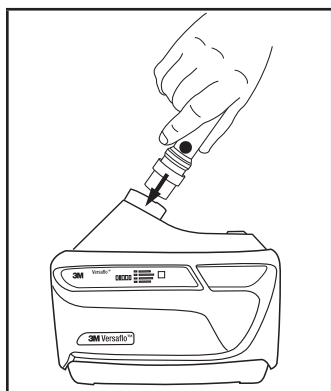

Fig. 14-1 – Fixando o indicador do fluxo de ar
- Insira o indicador de fluxo de ar TR-971 na saída da unidade motora TR-800. Se a traqueia estiver no lugar, deve ser retirado para permitir que o indicador do fluxo de ar seja inserido (Fig. 14-1).